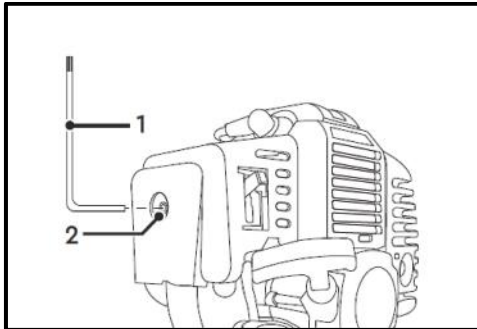

Рис. 39
- Відгвинтіть ключем (1) (4 мм) гвинт (2) фіксації кришки повітряного фільтра (Рис. 39);